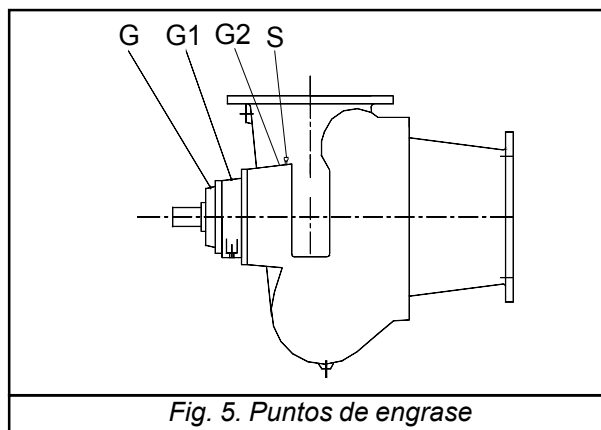

Fig. 5. Puntos de engrase
3. Limpie los puntos de engrase: G, G1 y G2 (Ver Fig. 5).